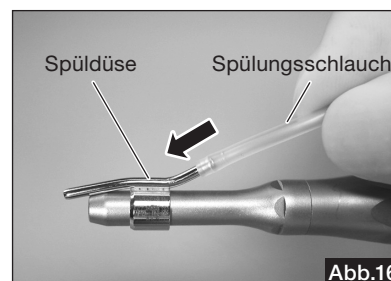

Abb.16
- 3) Montieren Sie eine Spüldüse für den Aufsatz an das andere Ende des Spülungsschlauchs (Abb. 16).